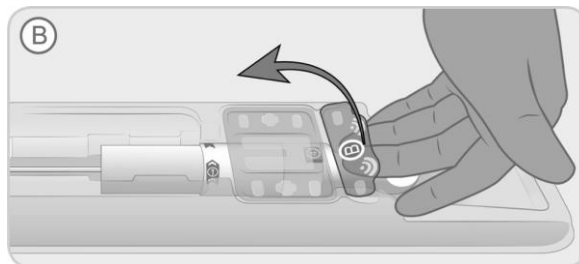

Figura 3. Rimuovere il coperchio asportabile del vassoio
- B. Sollevare il piccolo coperchio asportabile del vassoio, indicato sul vassoio con la lettera "B", afferrandolo dalla linguetta come mostrato in Figura 3 e rimuoverlo completamente.